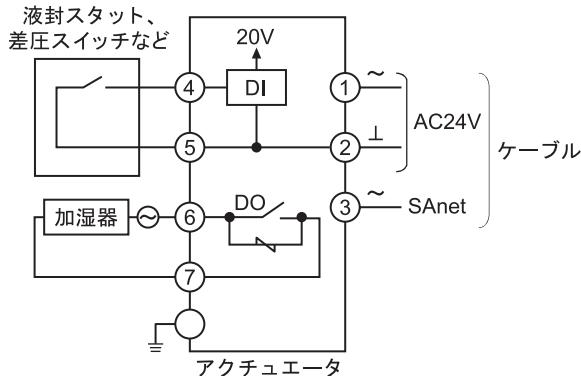

図15 結線例 (基本配線接続例)
- (2) 端子カバー止めねじ（M4×10、3か所）を外し、端子カバーを外します。
(3) 端子 (M3.5ねじ) で接続します。
- * 『図15 結線例』を参照して、正しく接続してください。